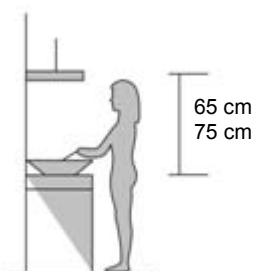

Fig. 1
2. La hotte aspirante doit être placée à une distance de 65-75cm au-dessus de la surface de cuisson pour un meilleur effet. Voir fig. 1.